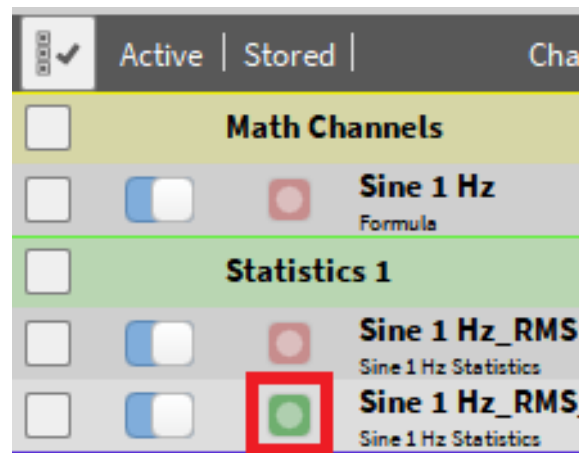

Abb. 7.175: Erkennung von offline erstellten Kanälen
- Kanäle, welche offline erstellt wurden, werden mit einem grünen Aufzeichnungs-Button in der Kanalliste gekennzeichnet (siehe Abb. 7.175):